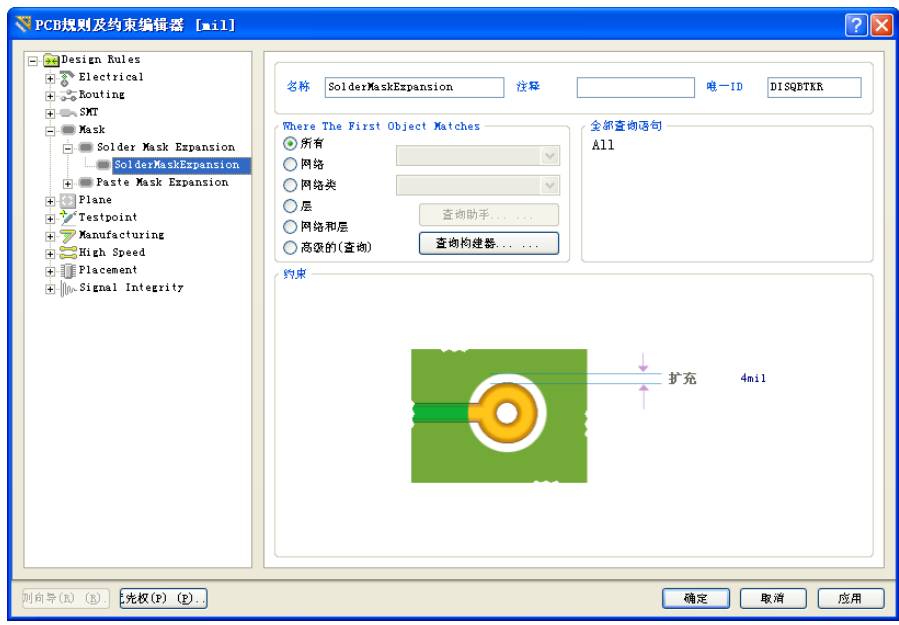

图 9-18 “Solder Mask Expansion” 设置界面
- “Solder Mask Expansion（阻焊层和焊盘之间的间距规则）”：通常，为了焊接的方便，阻焊剂铺设范围与焊盘之间需要预留一定的空间。如图 9-18 所示为该规则的设置界面。可以根据实际需要为每一个焊盘、每一个网络甚至整个 PCB 板设置该间距，默认距离为 4mil。